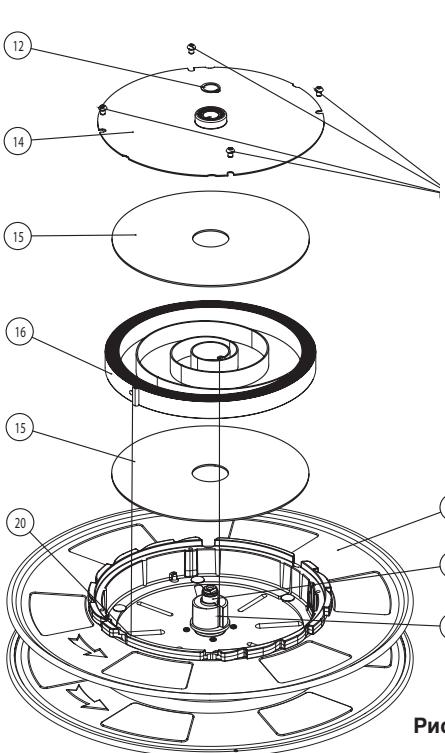

Рис. 11
- Положив намоточный барабан на бок, снять стопорное кольцо (12) (рис. 11) с вала. Затем следует ослабить болты (13). Осторожно поднять крышку силовой пружины (14), которая выходит вместе с подшипником. Разобрать шумоизоляционный диск (15) и, наконец, разобрать силовую пружину (16). Следует остерегаться удаления фиксатора пружины (19), который может слегка прижать к силовой пружине.
- Нанести тонкий слой смазки внутрь корпуса пружины и на крышку. Осторожно установить новую силовую пружину. Следует убедиться, что крюки силовой пружины выровнены должным образом с намоточным барабаном (20) (рис. 11) и фиксирующими крюками пружины (19) (рис. 14).
- Как только силовая пружина окажется в корпусе, следует установить шумоизоляционный диск (15) (рис. 11) и крышку (14) (рис. 11).
- Убедиться, что крышка должным образом выровнена по соседней детали (отверстия должны совмещаться). Затем закрепите крышку с помощью болтов (13) (рис. 11).
- После установки крышки следует установить стопорное кольцо (12) (рис. 11) и затем намоточный барабан в сборе на раму катушки со шлангом.